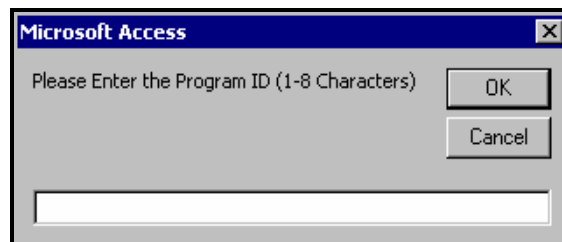

Figure 8-2 — Ecran Program ID
PipeLine affiche un écran analogue à la Figure 8-2 qui vous permet d'associer un nom (ID) à huit caractères avec le programme choisi.